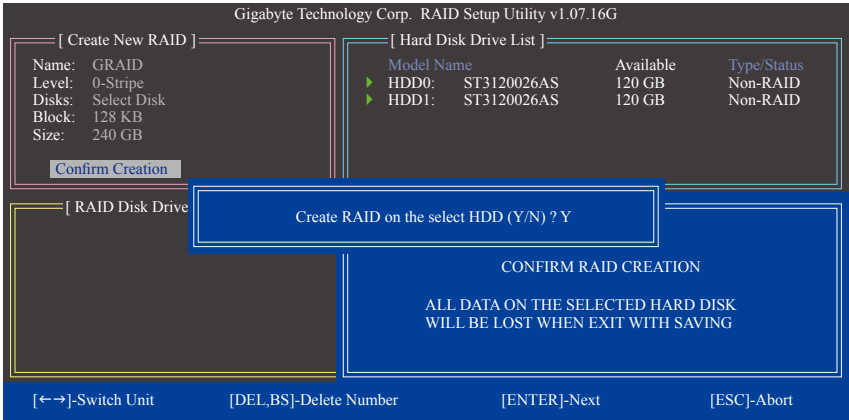

图7
6. 确认建立磁盘阵列(Confirm Creation): 完成以上设置后光标将自动跳至「 Confirm Creation」项目, 请按<Enter>键, 当确认信息出现时, 确定制作磁盘阵列请按<Y>, 取消请按<N>(图7)。